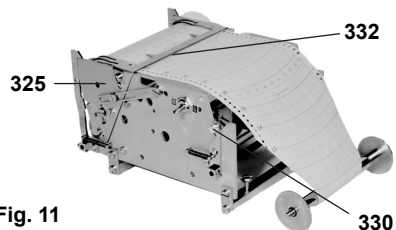
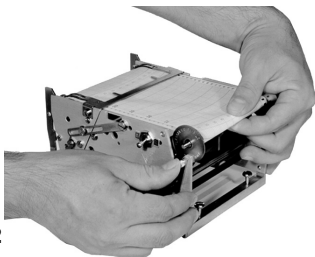

Fig. 11
Fig. 12
- Abbassando i ganci di arresto (330), Fig.11 estrarre il rullo avvolgitore (329) dalla sua sede;
- Introdurre il lembo rastremato del nastro sotto l'apposita molletta o nella feritoia del rullo avvolgitore, arrotolare la porzione di carta eccedente e riposizionare il rullo abbassando i ganci di arresto (330). Se il nastro non risultasse teso è possibile ruotare manualmente verso il basso il rullo avvolgitore (329), Fig. 12.
- Facendo riferimento al pennino scrivente, ruotare manualmente l'ingranaggio (323) calettato sul rullo trascinatore (331) facendo scorrere il nastro diagrammatico verso il basso fino a fargli assumere la posizione corrispondente all'ora corrente (ore e minuti);
- Lowering the stopping hooks (330), Fig.11, take out the roll (329) from its working position;
- Introduce the free tapered part of the strip beneath the retaining clip or in the opening on the windup roll (329) and, after having wound the exceeding part of the paper, put the roll in its working position lowering the stopping hooks (330);
- if after these operations the strip chart is not enough tight it is possible to manually rotate downward the roll (329), Fig. 12;
- Referring to the recording pen, manually rotate the gear (323) connected to the roll (321) so that the strip chart moves downward until assumed the position corresponding to the real time (hours and minutes);
- Check that the pins of the coil (331) are correctly engaged in the holes of the paper.